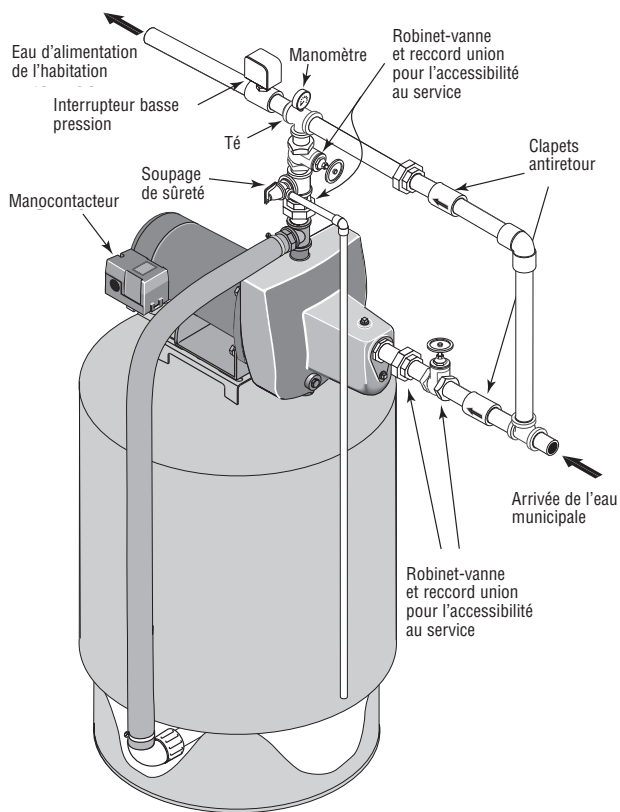

Figure 6: Modèle SNCP42
2. Poser la tuyauterie comme il est illustré (Figures 6 et 7). Ne pas oublier de poser des raccords unions et des robinets d'arrêt de façon à pouvoir déposer le surpresseur pour le réparer sans avoir à interrompre l'alimentation en eau de l'habitation. Il est recommandé de poser un clapet antiretour à ressort avant le système de supression et un interrupteur basse pression après le système de supression (On désirera peut-être aussi remplacer le manoccontacteur standard par un manoccontacteur ayant une fonction de coupure basse pression.)